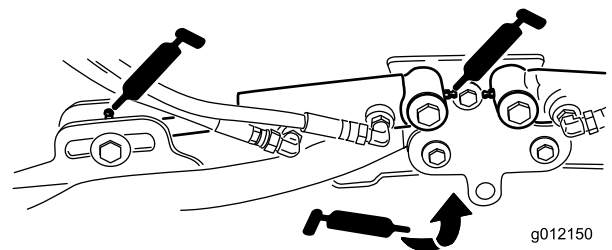

Figure 46
- Vérins des bras de relevage des plateaux de coupe (x 2) (Figure 46)
- Pivots des bras de relevage (x 1) (Figure 46)